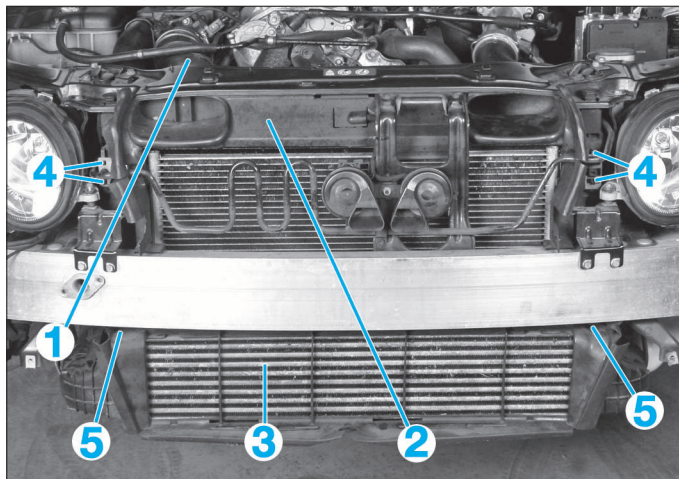

FIG. 17
- la traverse supérieure (1) (Fig.17) du radiateur
- le couvre radiateur (2).
- l'échangeur d'air de suralimentation (3).